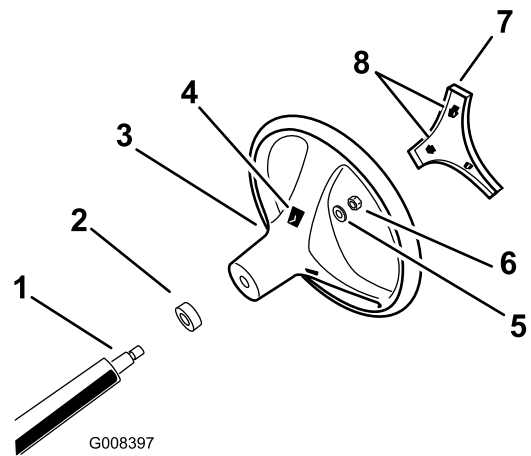

Figura 3
- Através das aberturas na parte traseira do volante, liberte as patilhas de bloqueio da cobertura central e retire a cobertura do volante (Figura 3).
- Retire a porca de bloqueio e a anilha do eixo da direção (Figura 3).
3. Alinhe o volante com o eixo da direção (Figura 3).
4. Monte a anilha e porca do eixo da direção (Figura 3).
6. Alinhe as patilhas de bloqueio da cobertura central com as aberturas no volante e pressione a cobertura contra o volante até que as patilhas encaixem no sítio (Figura 3).